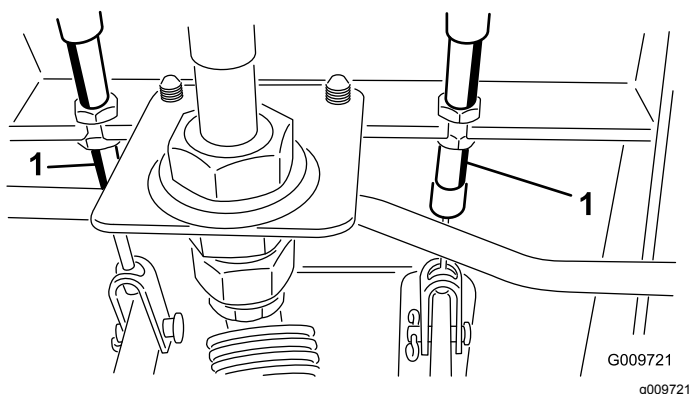

Figure 73
- A. Desserrez l'écrou avant sur l'extrémité fileté du câble de frein (Figure 73).